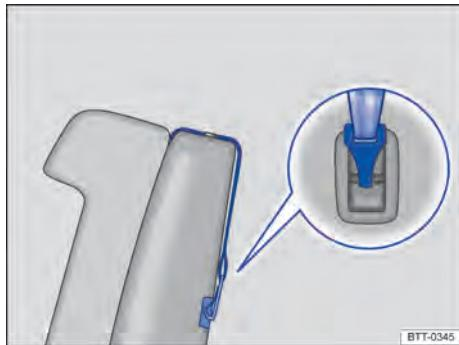

Fig. 37 Exemplo de um cinto de fixação superior preso.
- Caso seja fornecido juntamente com a cadeira de criança, colocar o cinto de fixação superior (Top Tether) da cadeira de criança entre o encosto do banco traseiro, fixando-o no terminal de engate existente na parte posterior do encosto do banco → Fig. 37.